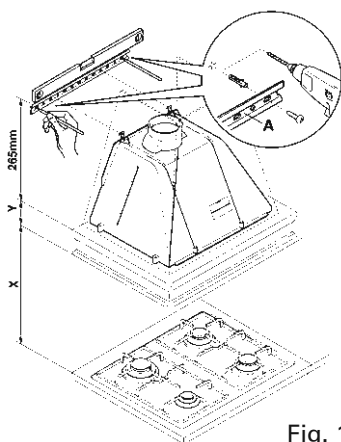

Fig. 1
- Helyezze a tartólécet ( A 1. Rajz – Fig. 1 ) a falra, a főzőlap fölé, X + Y+ 265 mm távolságra attól.